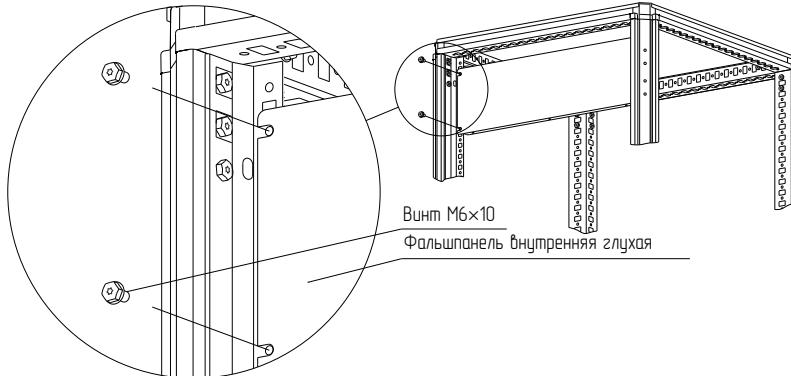

Рисунок 20
– вариант 1. Винтами M6×10 (Рисунок 20). Момент затяжки – 7 Н·м. Винты приобретаются отдельно;